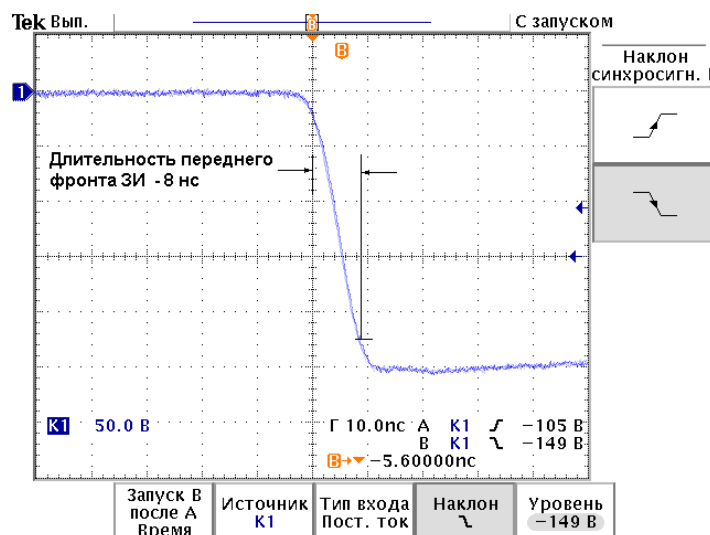

Рис. 10.6.3.3. Определение длительности переднего фронта зондирующего импульса.
4. Установите устойчивую синхронизацию осциллографа от переднего фронта зондирующего импульса. Весь импульс должен наблюдаться на экране осциллографа (Рис. 10.6.3.2.). По экрану осциллографа определите амплитуду и длительность зондирующего импульса. Отметим, что длительность ЗИ определяется на уровне $\frac{1}{2}$ амплитуды сигнала.